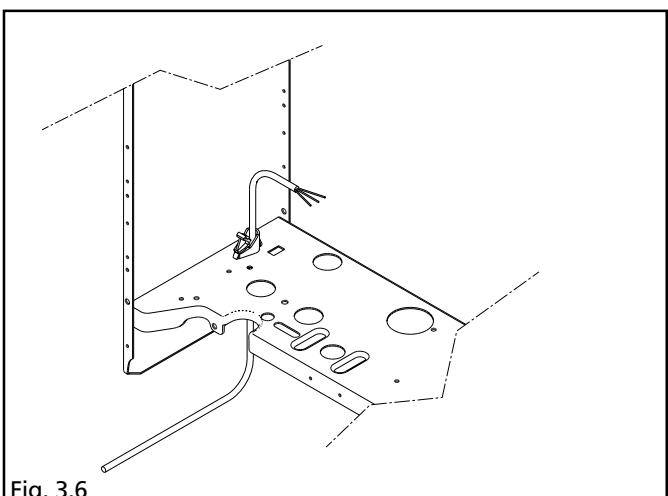

Fig. 3.6
- introducir el cable del eventual T.A. en el sujetacable situado en el bastidor (fig. 3.6)
adequado posto na armação (fig. 3.6)